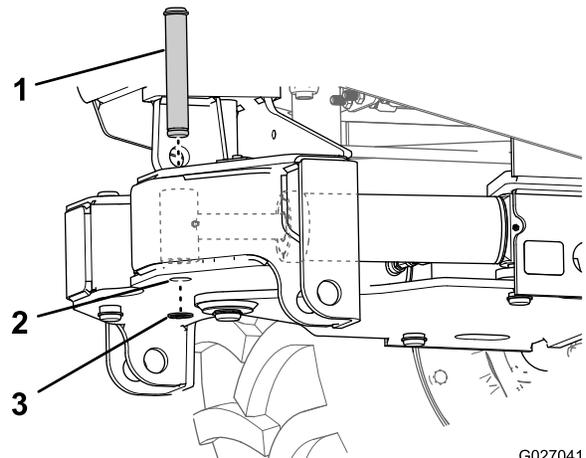

Figura 29
4. Introduzca un pasador (1-1/4 x 7-5/8 pulgada) por los taladros del bastidor de giro y los acoplamiento de la varilla, y sujete el pasador con un anillo de retención (1-1/8 pulgada), según se muestra en Figura 29.